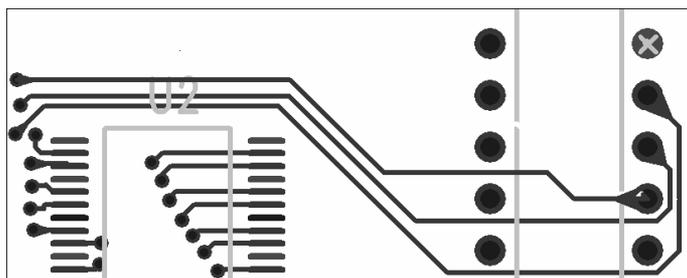

图 11-21 完成路径变更的效果图
(4) 根据需要布线的路径移动光标，留下光标移动的轨迹，在终点焊盘处单击鼠标左键结束此次草图布线操作，完成布线，效果如图 11-21 所示。